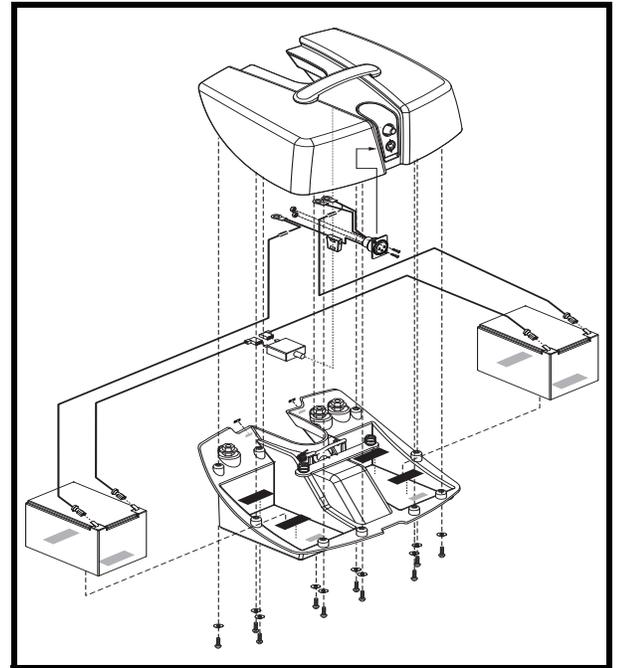

Figure 25. Boîtier à batteries du fauteuil de voyage
3. Retirez toutes les vis qui retiennent les deux sections du boîtier. **Voir la figure 25.**
8. Rebranchez les deux fils (2) sur les bornes de batterie. Assurez vous de bien brancher le fil rouge à la borne (+) positive et le fil noir à la borne (-) négative.